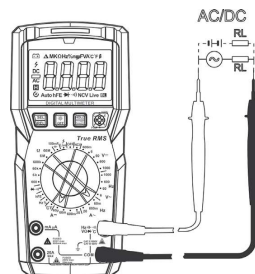

Рис. 10 Измерение силы переменного и постоянного тока
7.7. Измерение силы переменного и постоянного тока (см. рис. 10)